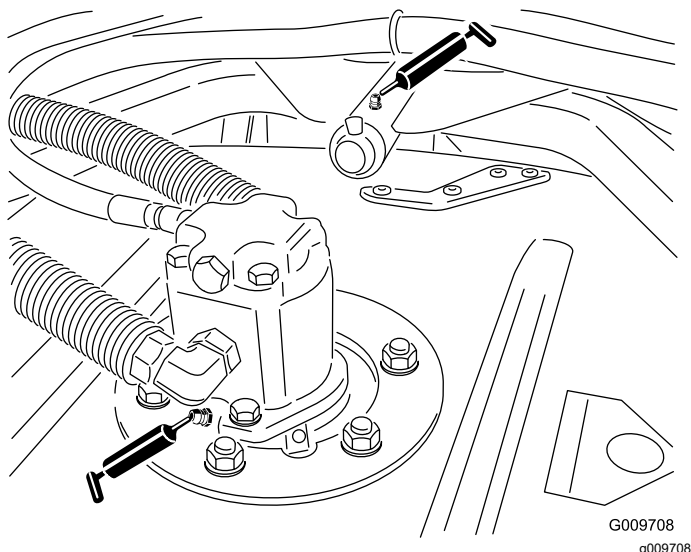

図 40
- 図 40に示す、スピンドルシャフトのベアリングカッティングユニット 1 台に 2 ヶ所
- 図 40に示す、刈り込みデッキのキャリアアームのブッシュカッティングユニット 1 台に 1 ヶ所